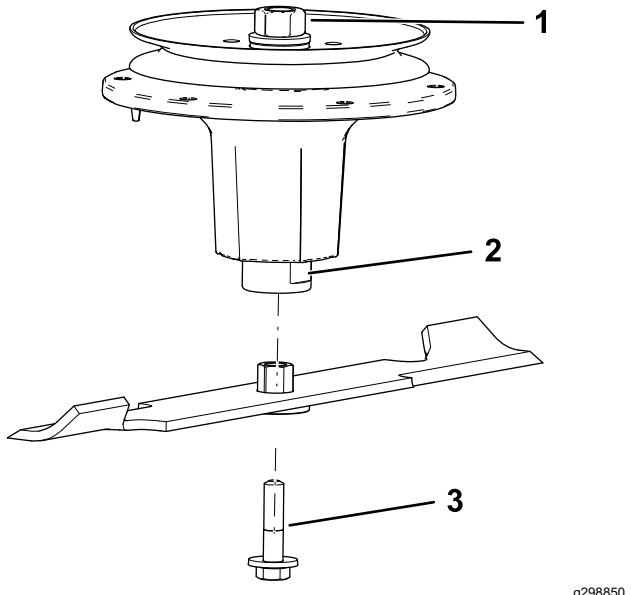

Figura 122
2. Instale el conjunto de buje/cuchilla en el eje (Figura 122).